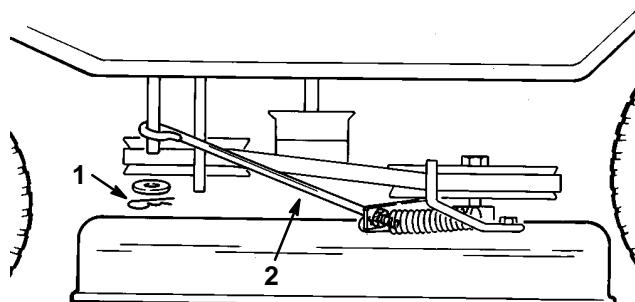

Figure 37
6. Retirer la goupille épingle et la rondelle du bras de commande de lame, du côté gauche de la tondeuse (Fig. 37). Glisser la tige hors du bras.